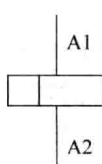

图 1-5 闪烁继电器
(4) 闪烁继电器如图 1-5 所示。A1 得电时, 常开触点闭合, 延时若干秒后, 常开触点断开, 又经过 $t(s)$ 后, 常开触头闭合。